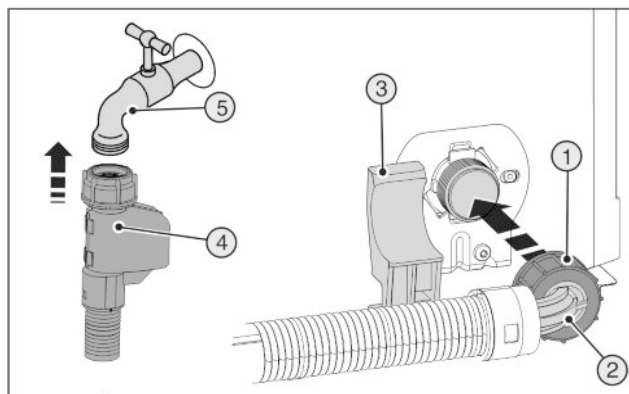

Fig. 21
- ▶ Свържете правия край на маркуча Fig. 21 (4) към спирателния кран Fig. 21 (5).